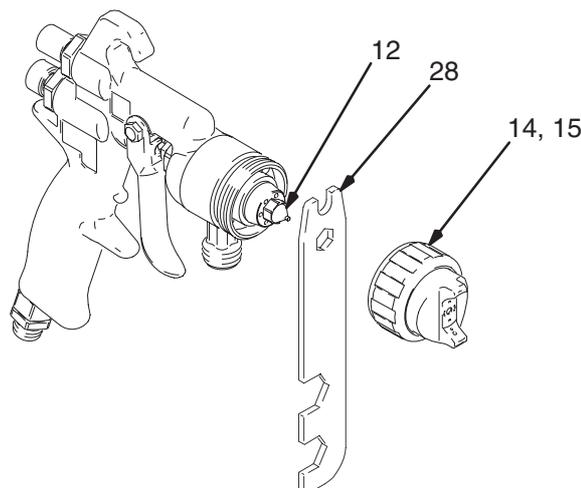

Fig. 26
2. Retire el anillo de retención del cabezal de aire (15) y el cabezal de aire (14). Vea Fig. 26.
3. Dispare la pistola al mismo tiempo que desmonta la boquilla de fluido (12) con ayuda de la herramienta para pistolas (28).
2. Saque el anillo de retención del cabezal de aire (15) y el cabezal de aire (14). Vea Fig. 26, en la página 18.